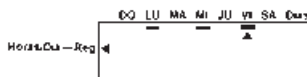

fig.15
- Pulsar para confirmar, aparecerá un subrayado debajo del día. En los días subrayados el descalficador hará la regeneración (fig 15).